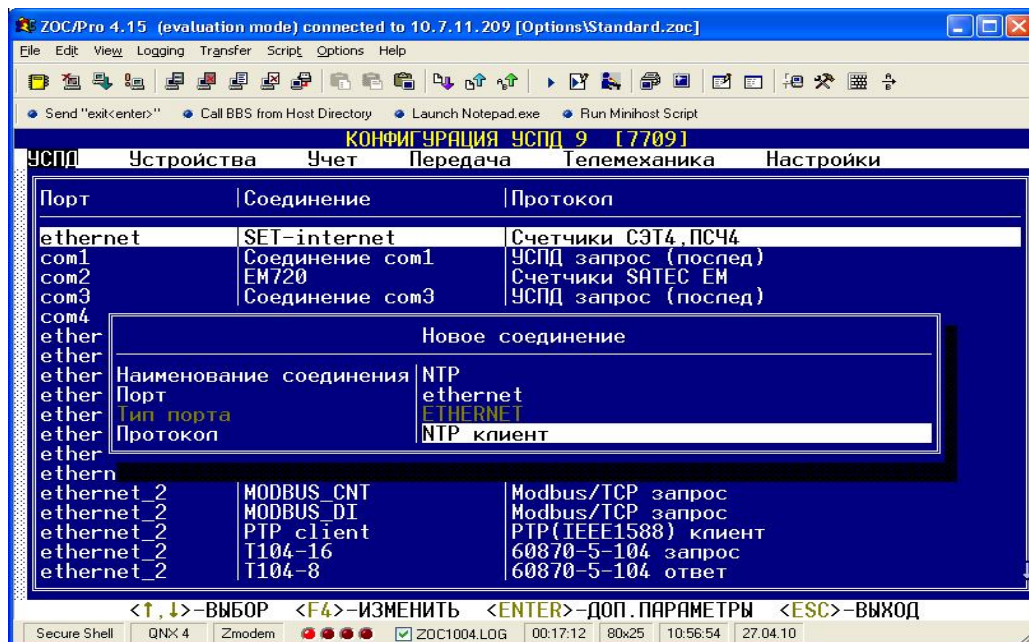

Рисунок 10
6.4.2.3. Проверьте наличие или создайте соединение в «Конфигурация» => «УСПД» => «Соединение» => «Параметры соединения» с протоколом «NTP клиент» рисунок 10.